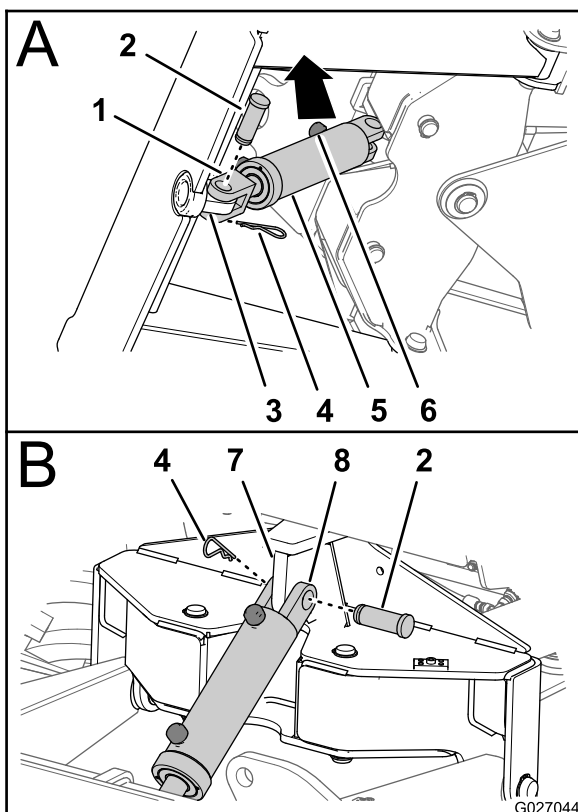

Figura 32
1. Alinee los taladros del acoplamiento de la varilla del cilindro de elevación con el taladro de la pestaña de montaje del conjunto de brazos de elevación, según se muestra en Figura 32, A.
- Sujete el acoplamiento de la varilla a la pestaña con un pasador de horquilla (1-1/4 x 4-7/16 pulgadas) y una chaveta (Figura 32).
- Alinee los taladros del acoplamiento de montaje, en el extremo fijo del cilindro de elevación, con la pestaña del cilindro del bastidor de giro, según se muestra en Figura 32, B.
- Sujete el cilindro a la pestaña con un pasador de horquilla (1-1/4 x 4-7/16 pulgadas) y una chaveta (Figura 32).